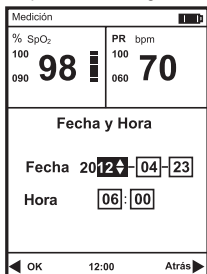

Fig.4-2
2) Pulse el botón de navegación para seleccionar el elemento "fecha y hora", y después pulse el botón OK para entrar en la pantalla de configuración de tiempo, consulte Fig.4-2.